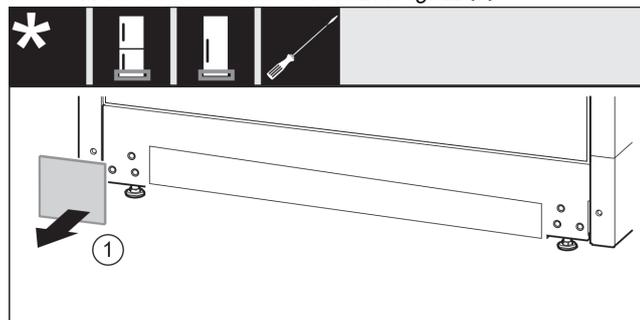

Fig. 12
- ▶ Retirer le cache. *Fig. 12 (1)*